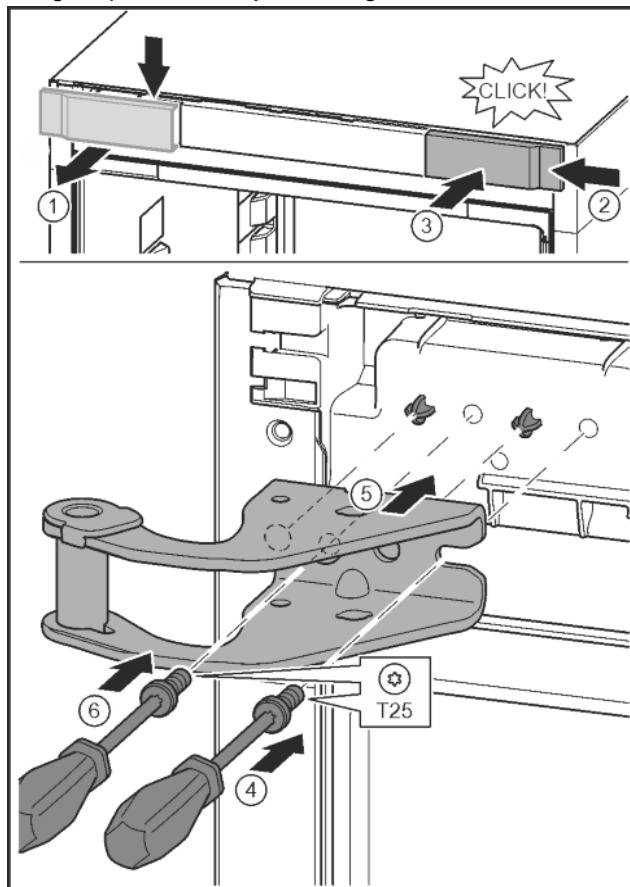

Fig. 13
- ▶ Otputstite pokrov i skinite ga bočno. Fig. 13 (1)
- ▶ Objesite pokrov okrenut za 180° na drugoj strani s desne strane. Fig. 13 (2)
- ▶ Pustite da pokrov uskoči. Fig. 13 (3)
- ▶ Odvijačem T25 postavite vijke. Fig. 13 (4)
- ▶ Postavite gornji podložak ležaja. Fig. 13 (5)
- ▶ Pritegnite vijak. Fig. 13 (4)
- ▶ Odvijačem T25 umetnите i pritegnite vijak. Fig. 13 (6)